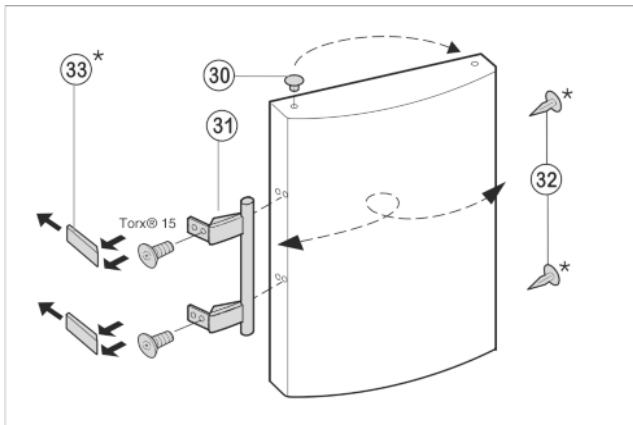

Fig. 10
- ▶ Trň *Fig. 10 (30)* z ložiskového puzdra dverí vyberte a premiestnite.
- ▶ Držadlo dverí *Fig. 10 (31)*, trne *Fig. 10 (32)* a prítlačné platničky *Fig. 10 (33)* odmontujte a premiestnite na opačnú stranu.